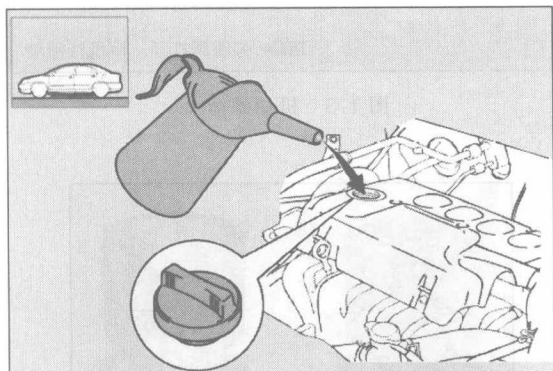

图 1-6 加注机油
(12) 放低车辆, 从机油加注口加入规定量的机油(图 1-6)。
(13) 机油等级为 API-SL 或 API-SM。